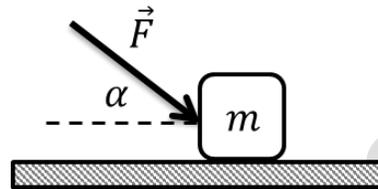

Fig. 2.5.
2.3.- Una fuerza $\|\vec{F}\| = 20 \text{ (N)}$ empuja un cajón de 3 (kg) de masa sobre una superficie horizontal rugosa tal como lo muestra la Fig. 2.5. Cuando el ángulo es 30° , el bloque aún no se mueve.